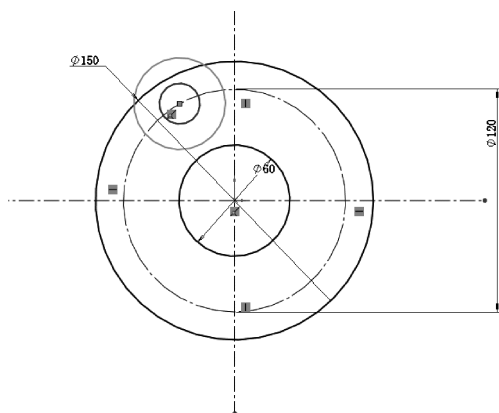

图 11-21 绘制圆形
5) 单击【草图】工具栏中的 (圆) 按钮, 在【属性管理器】中弹出【圆】属性设置。单击【中央创建】单选按钮, 在图形区域中绘制圆形草图, 移动鼠标, 注意圆的预览动态跟随指针, 单击以结束圆并在属性管理器中单击 按钮, 如图 11-21 所示。